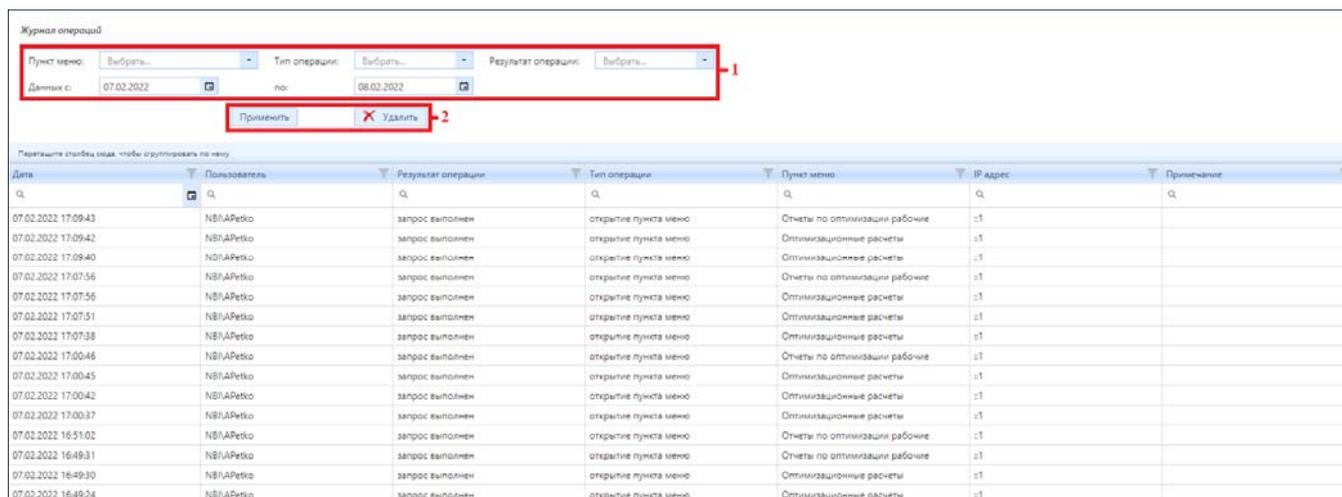

Рисунок 4.10.2 – Интерфейс подраздела «Журнал операций»
При помощи фильтров в блоке (1) (рис. 4.10.2) делается выборка по соответствующим критериям:
После выборки необходимо нажать кнопку «Применить» блока (2) (рис. 4.10.2) для отображения данных по выбранным операциям: дата, Пользователь, Результат операции, Тип операции, Пункт меню, IP адрес устройства, с которого велась работа с Системой.